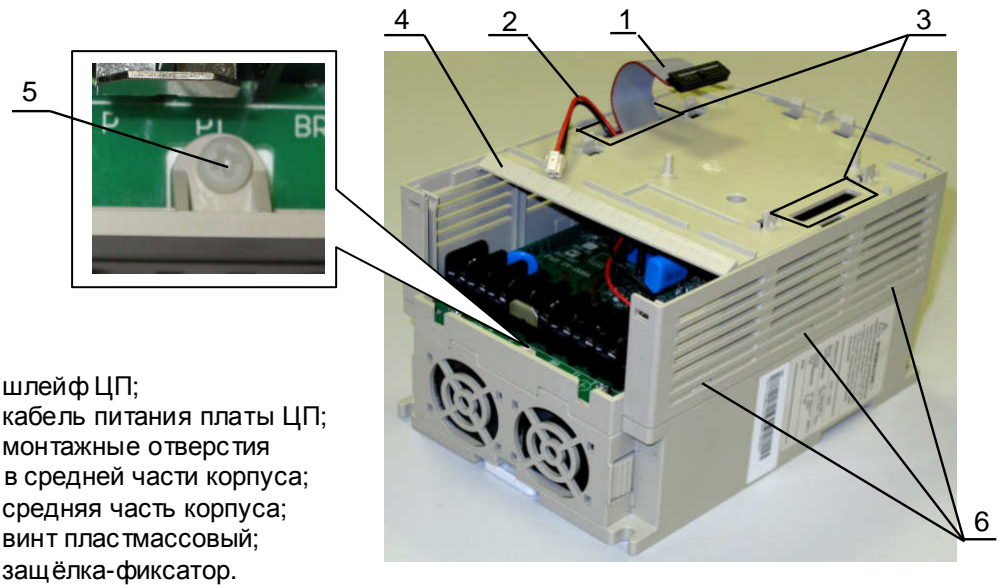

Рис. 7.17.
7.8.1. Установить среднюю часть корпуса 4, продев в монтажное отверстие 3 разъем 2 провода питания платы ЦП и разъем 1 шлейфа ЦП (рис. 7.17), и приложив к средней части корпуса усилие вниз до щелчка. Убедиться, что все защёлки-фиксаторы защёлкнулись. Вкрутить пластмассовый винт 5.